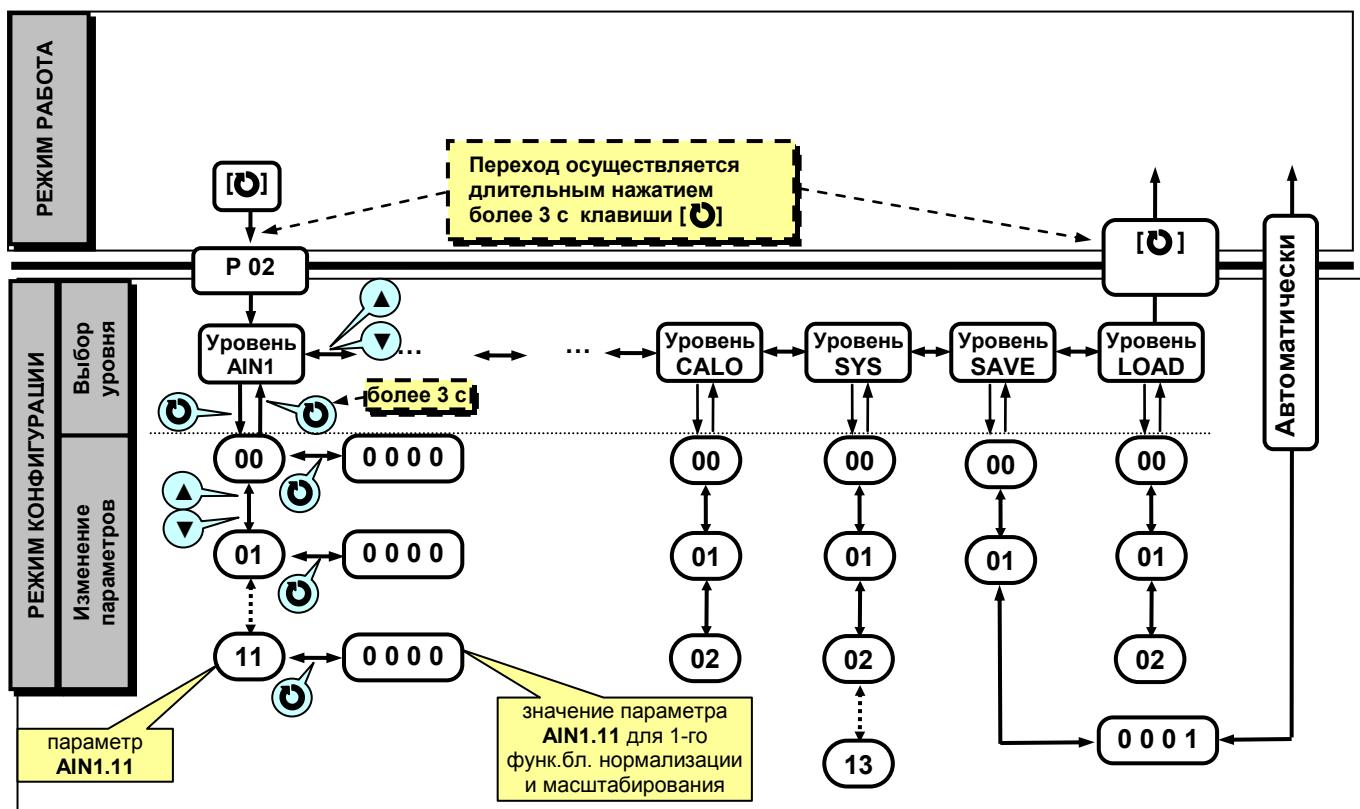

Рисунок 4.2 - Диаграмма режима конфигурации и настроек
- Параметры, используемые в индикаторе ИТМ-112, сгруппированы в уровни и представлены на диаграмме (рисунок 4.2).
В дальнейшем по тексту руководства идет ссылка на параметр в виде XXXX.УУ (например ALRM.00), где XXXX – название УРОВНЯ, а УУ – номер пункта меню (рисунок 4.2).